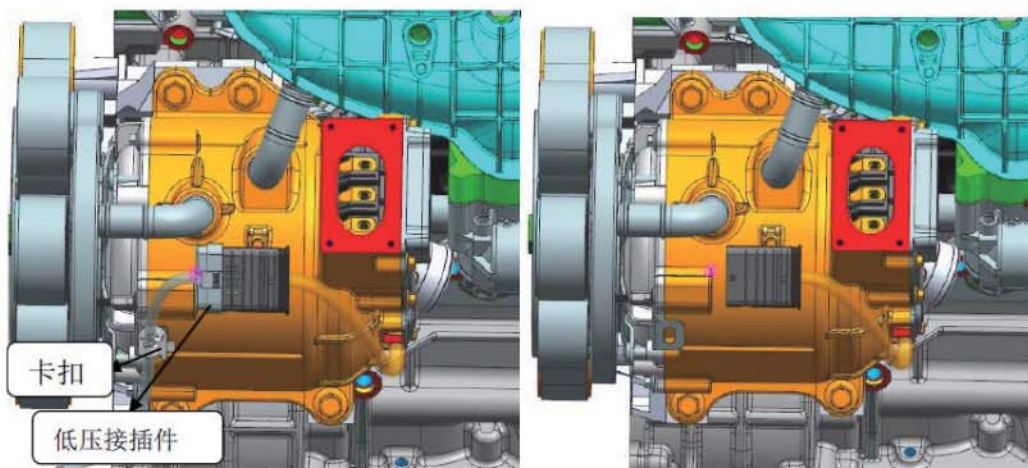

图 1.6
4、拔掉 BSG 电机旋变接插件低压线束，将低压线束固定卡扣从支架上拆下（如图 1.6）。